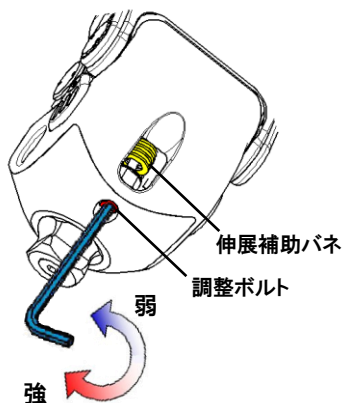

図 10 伸展補助バネの調整方法
- ・ 図 10 に示す調整ボルトを六角レンチ 2.5 mm で調整をしてください。